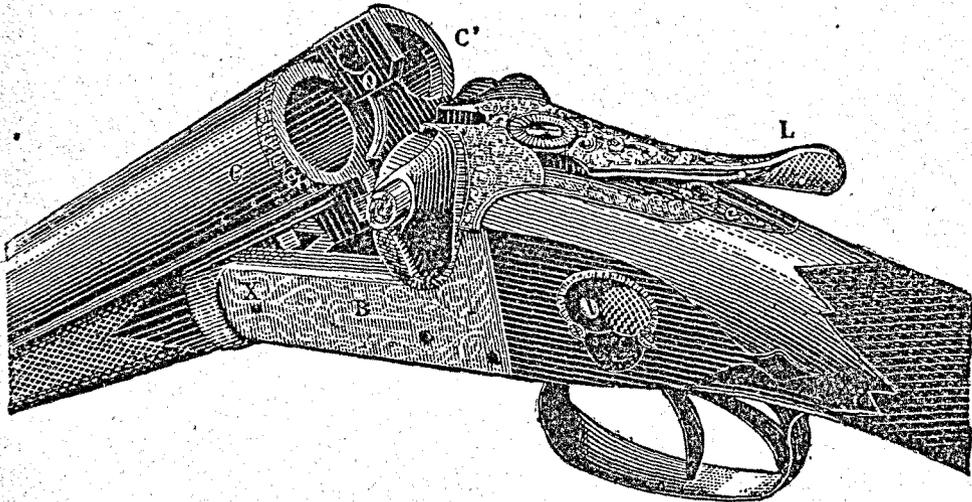

Fig. 104. — Mode de chargement d'un fusil de chasse hammerless (Greener à triple verrou).
**Fusils de chasse.** — Pour charger les fusils de chasse, on rabat le canon, qui est ordinairement double, C, C' (fig. 104), sur le reste de la monture BX, par un mouve-
rente à la cartouche. Quelquefois (système *hammerless*), (fig. 104 et 107), les chiens ne sont pas visibles : la platine est dissimulée dans la poignée.